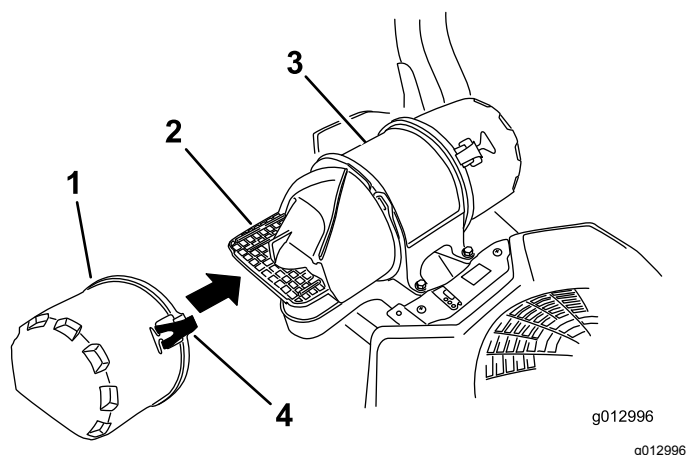

Figure 36
3. Ouvrez les dispositifs de verrouillage du filtre à air et séparez le couvercle d'entrée d'air du boîtier du filtre (Figure 36).
5. Reposez le couvercle d'entrée d'air et fixez-le avec les verrous (Figure 36).